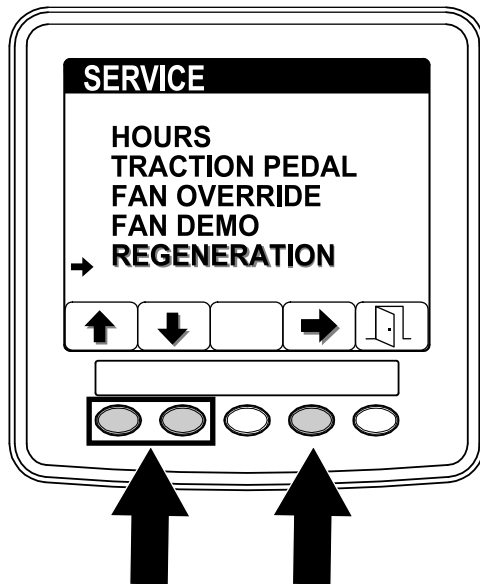

Figura 50
2. No menu de MANUTENÇÃO, prima o botão 1 ou o botão 2 para alcançar a opção de REGENERAÇÃO e prima o botão 4 para selecionar a entrada de REGENERAÇÃO (Figura 50).